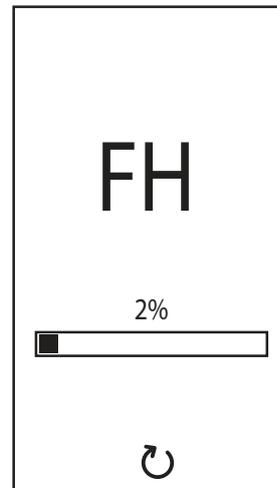

Рис. 7- Выпуск воздуха с включенным вентилятором
- В течение следующих 120 секунд на дисплее высвечивается символ **FH**, обозначающий цикл стравливания воздуха из системы отопления (Рис. 7).